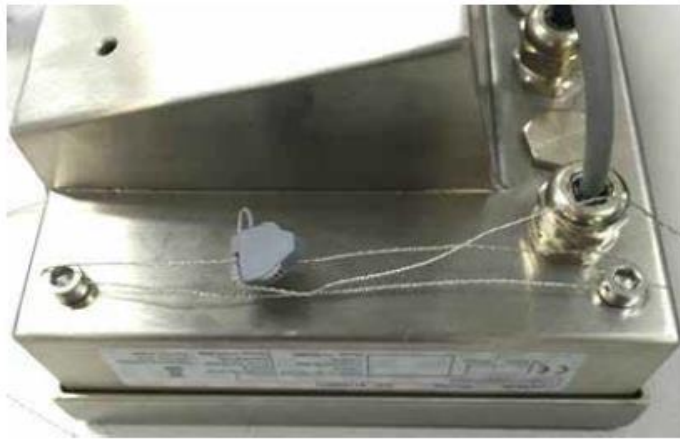

图 5-10: 铅封方法
IND256x 的铅封细节见图 5-10，具体步骤如下：
2. 用铅封线穿过相邻的 2 个铅封螺钉的孔中后固定铅封座即可（如图 5-10）。